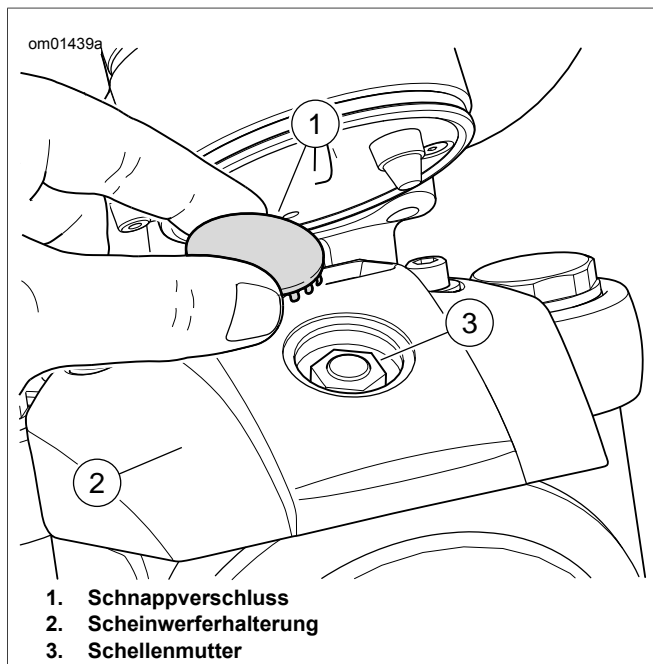

Abbildung 53. Scheinwerfereinstellung: XL 883R/L/N
1. Siehe Abbildung 53. Den Schnappverschluss (1) von der Oberseite der Scheinwerferhalterung (2) entfernen.
2. Die Scheinwerferschellenmutter (3) lockern.